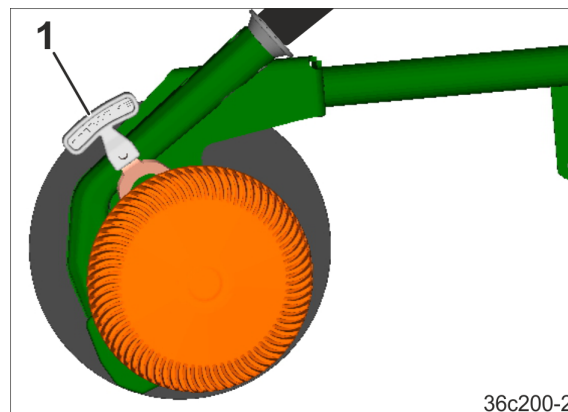

Fig. 179
2. Insira o ombro do disco/rolo de controlo de profundidade no furo necessário. A alavanca (Fig. 179/1) serve para acionar o disco/rolo de controlo de profundidade.